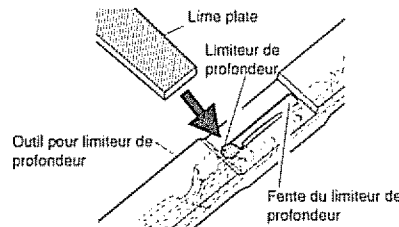

Figure 24 - Position de l'outil pour limiteur de profondeur sur la chaîne
- 1 Placer l'outil pour limiteur de profondeur fermement par-dessus 2 taillants. S'assurer que le limiteur de profondeur entre dans la fente de l'outil (voir la Figure 24)